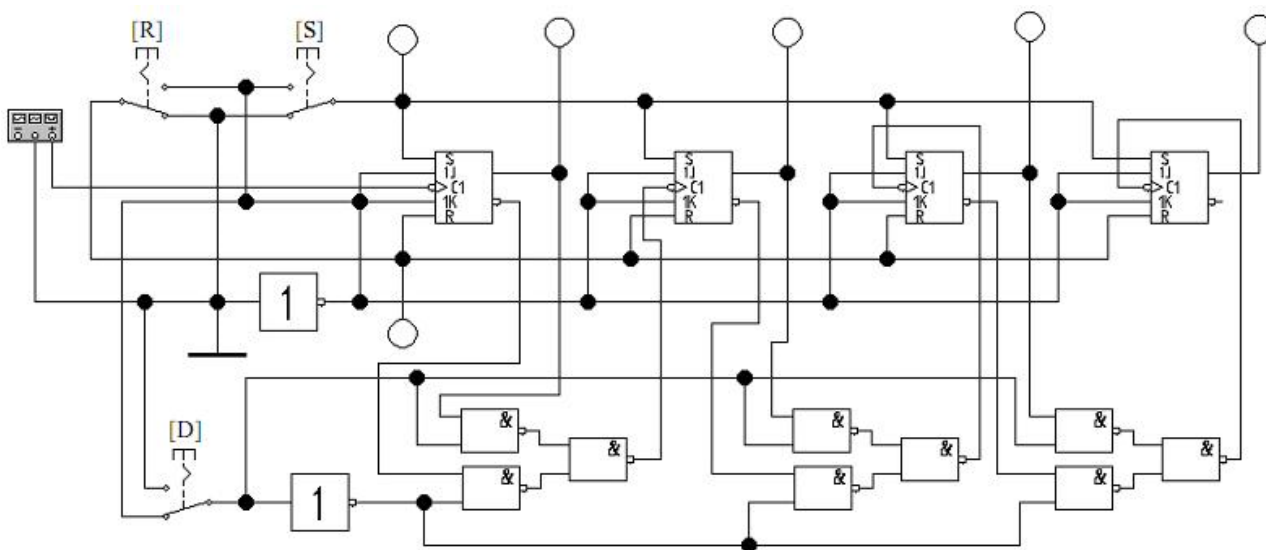

Рис. 3. Схема реверсивного асинхронного двоичного счетчика
4. Соберите реверсивный асинхронный счетчик (см. рис. 3).